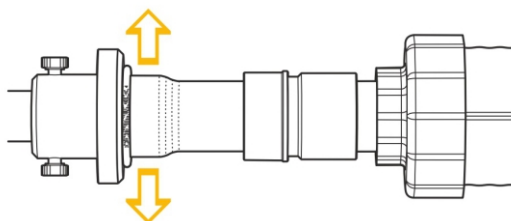

Рис. 5.7.6
- 4.** При помощи гидравлического насоса расширить конец трубы (рис. 5.7.6).